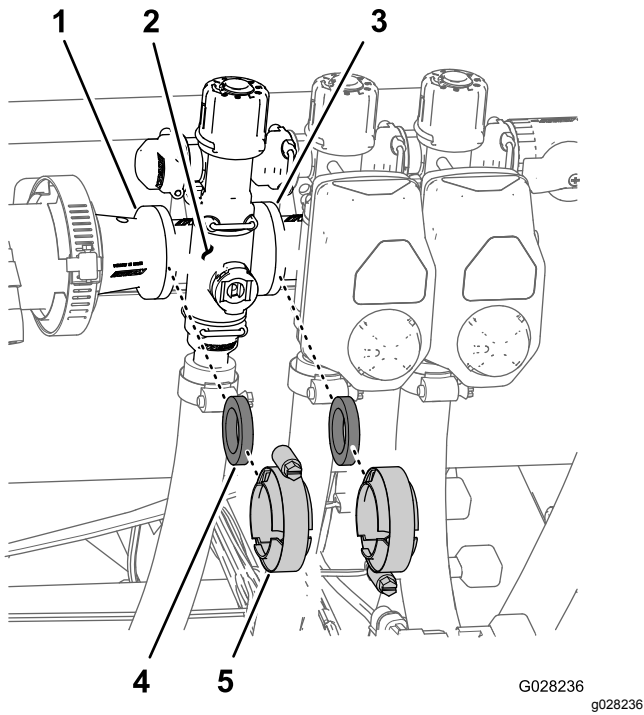

図 108
1. 個別ブームバルブ 図 108 のマニホールドを隣接する個別ブームバルブ左ブームの場合はリデュースカップリングに固定しているクランプとガスケットを外す。